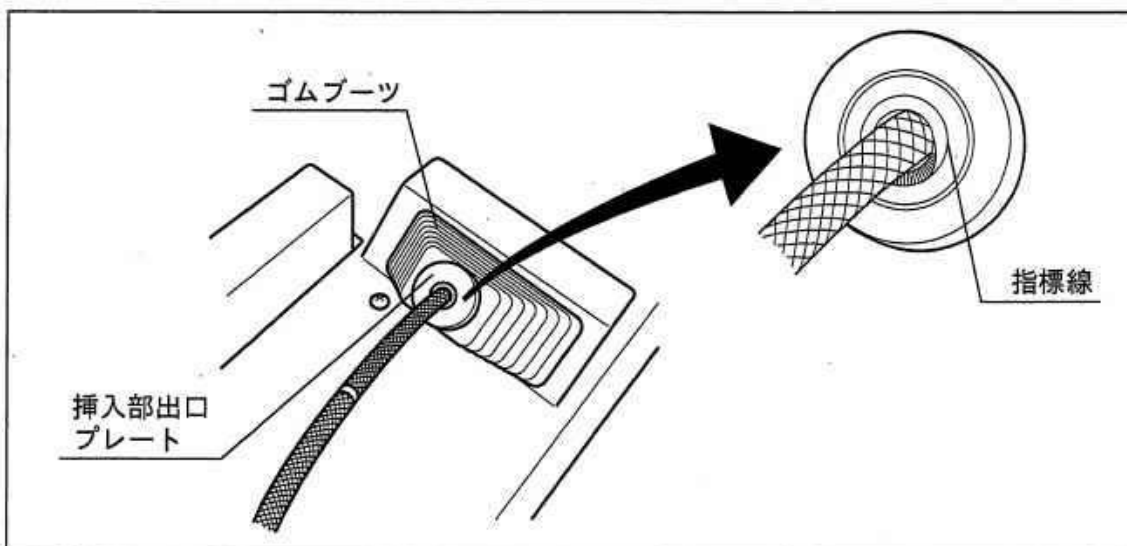

図4.8
2. 挿入部出口プレートが指標線まで摩耗していないことを確認します。摩耗している場合は付属のスペア品と交換してください(図4.8参照)。